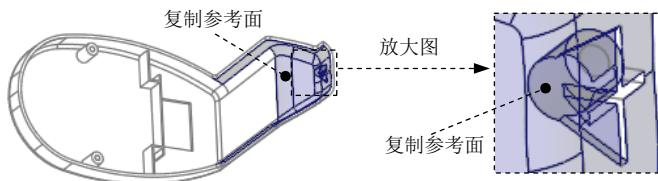

图 26.16 复制参考面
- (1) 将坯料、分型面遮蔽, 将参考模型取消遮蔽, 选取图 26.16 所示的模型表面。
- (2) 单击**模具**功能选项卡**操作**区域中的“复制”按钮。
- (3) 单击**模具**功能选项卡**操作**区域中的“粘贴”按钮。系统弹出“曲面: 复制”操控板
- (4) 在“曲面: 复制”操控板中单击按钮。